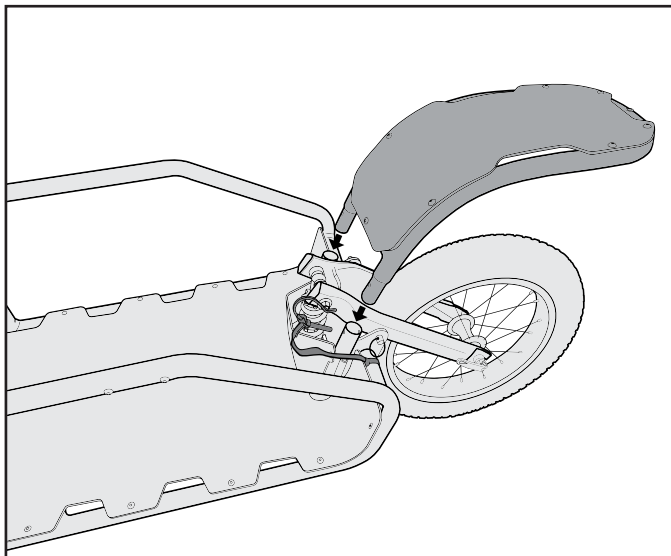

Figure 5
1. Insert open ended fender frame into receiving tubes on the rear of the frame, positioning the Fender panel outside of the trailer body. (Figure 5)
1. Insérez les tubes du garde-boue dans les tubes creux situés à l'arrière du châssis de la remorque, de sorte à positionner le panneau du garde-boue à l'extérieur du corps de la remorque (Figure 5).
1. Führen Sie den Schutzblechrahmen mit offenen Enden in die Aufnahmeöhre an der Rückseite des Rahmens ein, sodass das Schutzblech dabei vom Anhänger weg zeigt. (Abbildung 5)